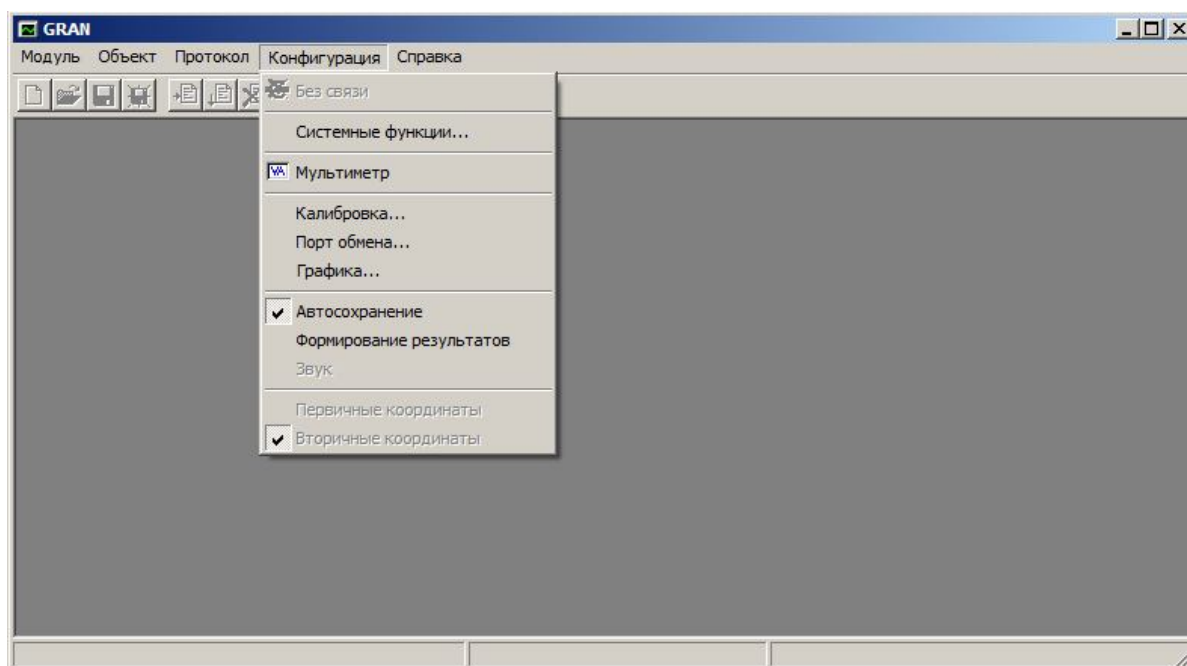

Рис. 2.10. Меню "Конфигурация"
Меню "Конфигурация" (рис. 2.10) содержит следующие команды:
- 6) в пункте главного меню "Конфигурация" (см. рис. 2.10) установить режим "Формирования результатов";